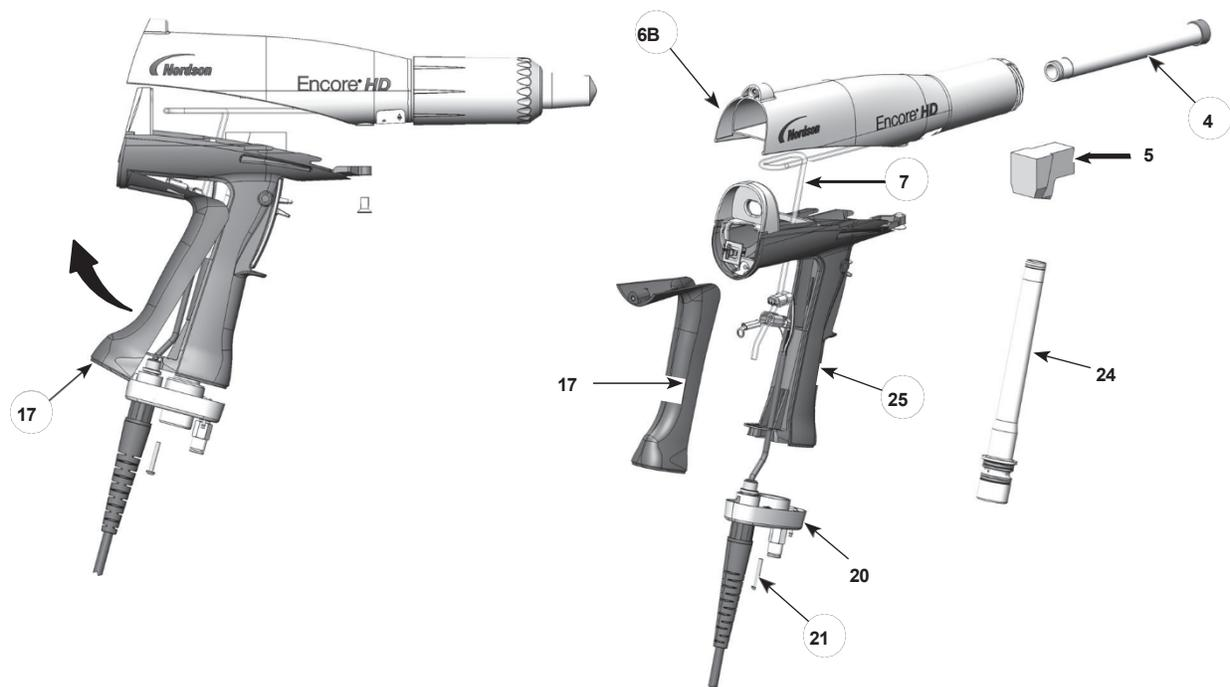

図 14 パウダーパスの交換
2. 図 14 を参照してください。エルボ (5) をインレットチューブ (24) から外します。
3. ハンドルベース (20) から 2 本の M3 x 20 ネジ (21) を取り外します。
4. ベース部をハンドルから引き離し、アースパッド (17) の底部を上方に振ってハンドルから離し、取り外します。アース線はアースパッドに接続したままにしてください。
6. アウトレットチューブ (4) をガン本体 (6B) の前面から押し出します。
1. 図 14 を参照して下さい。アウトレットチューブ (4) の先端をガン本体 (6B) に取り付けます。チューブをガン本体の端と同一平面にします。
2. インレットチューブ (24) をハンドル (25) に取り付け、チューブの端をハンドルベース (20) に。
(17) を本体に差し込み、ハンドルに回転させます。再組み立ての際、ケーブル・ワイヤーが挟まったり引っかかりたりしていないことを確認してください。